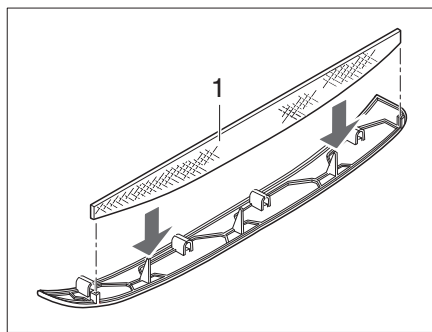
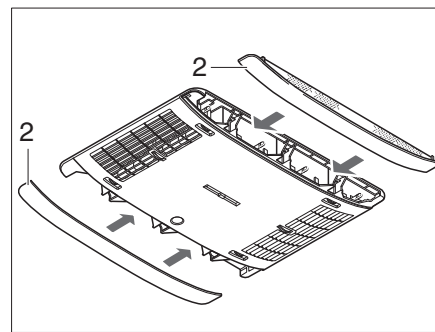

Fig. 165 Filtre à peluches de la climatisation
Fig. 166 Panneaux de la climatisation
Dans les panneaux latéraux (Fig. 166,2) se trouvent deux filtres à peluches. Les filtres à peluches doivent être nettoyés, et si nécessaire remplacés, à intervalles réguliers, au moins cependant tous les 6 mois.
- Enlever le panneau (Fig. 166,2) du distributeur d'air et nettoyer ou, si nécessaire, remplacer le filtre à peluches (Fig. 165,1).